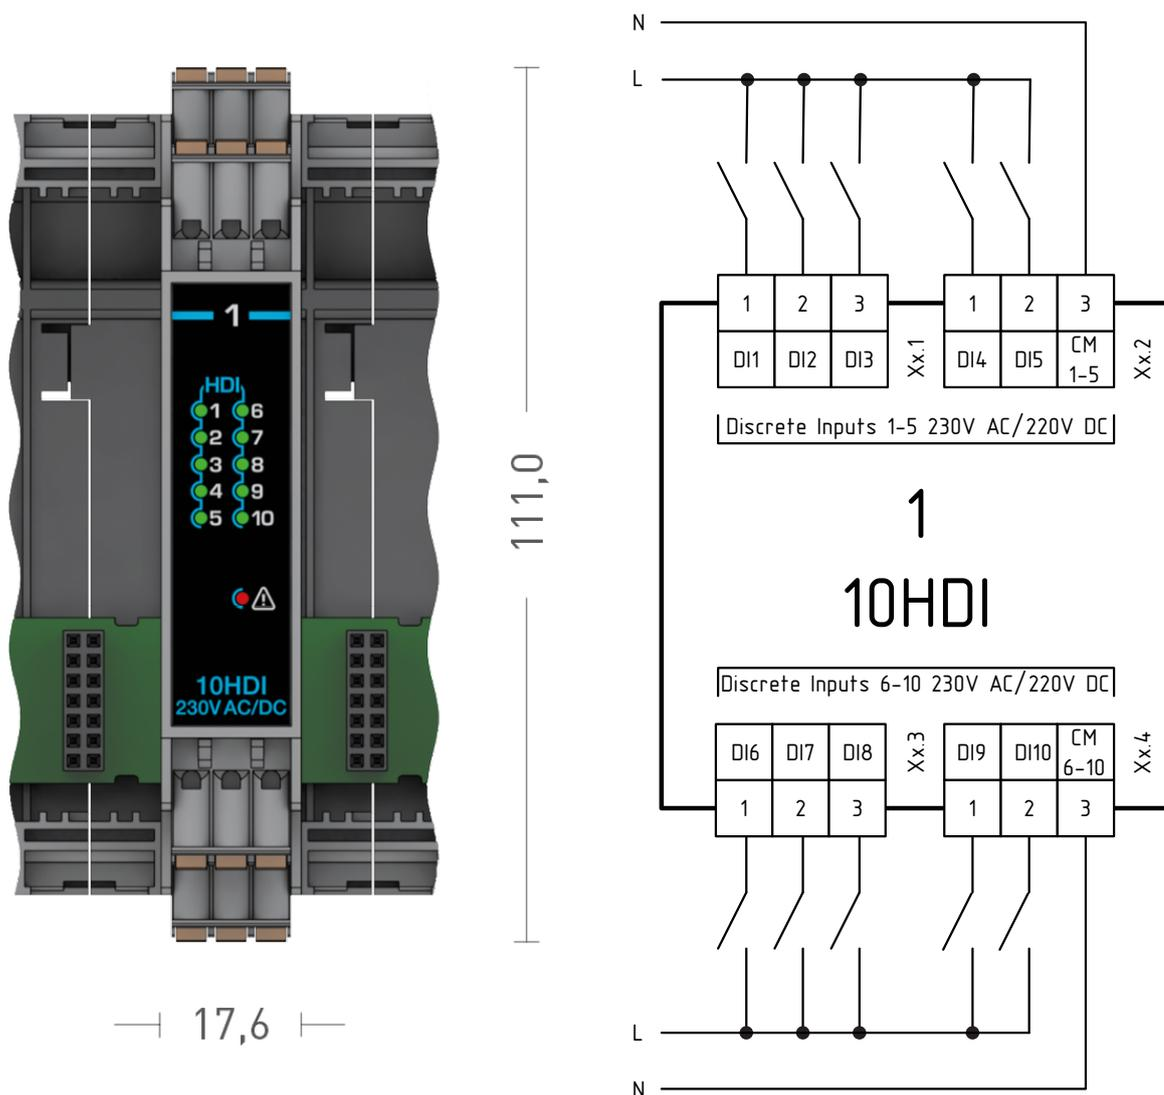

Рисунок 1.11 – Внешний вид и схема подключения модуля расширения MCU-1-10HDI
- Внешний вид и схема подключения приведены на рис. 1.11.